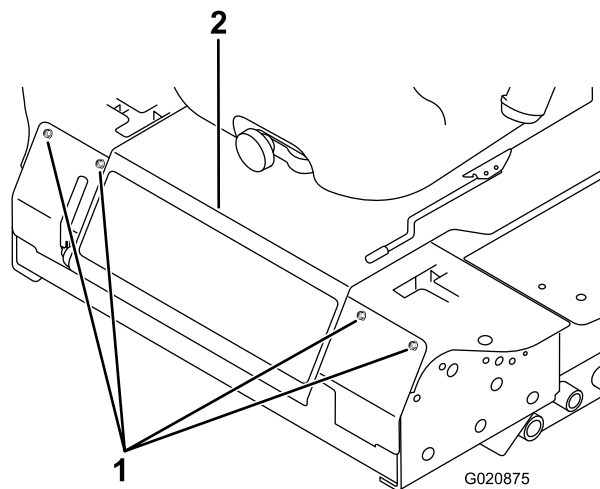

Figure 82
2. Retirez les boulons de fixation du panneau avant et déposez le panneau (**Figure 82**).